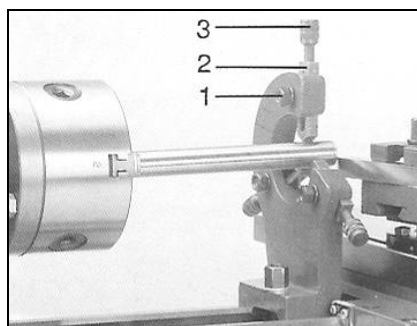

Fig 20
Drehen Sie an den Rändelschrauben (3, Fig 20) bis alle Gleitbacken (2) das Werkstück berühren ohne es zu klemmen.